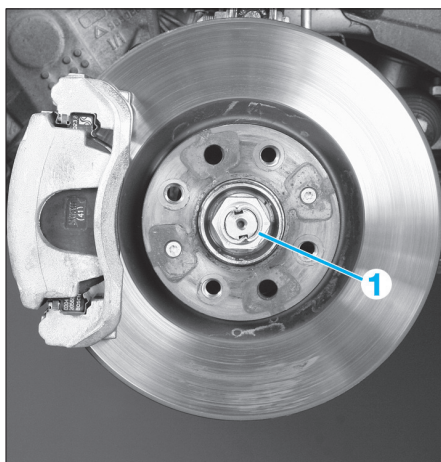

Fig. 1
- Déposer l'écrou de transmission (1) (Fig.1).